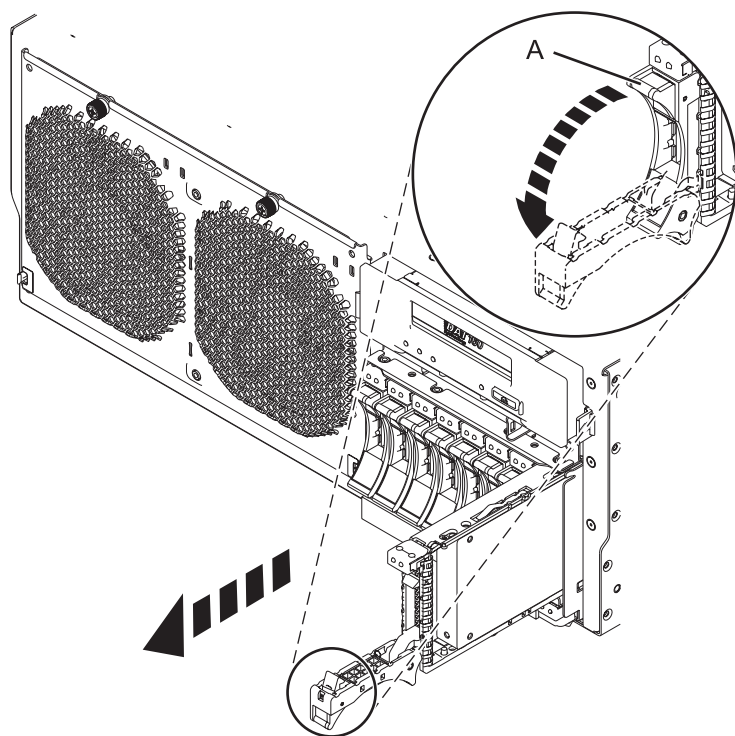

Figure 17. Retrait d'une unité de disque du système
1. Déverrouillez la poignée de l'unité en appuyant dessus et en la tirant vers vous (voir figure 17). Si la poignée n'est pas complètement sortie, vous ne pouvez pas retirer l'unité de disque ou l'unité SSD de l'unité centrale ou de l'unité d'extension.